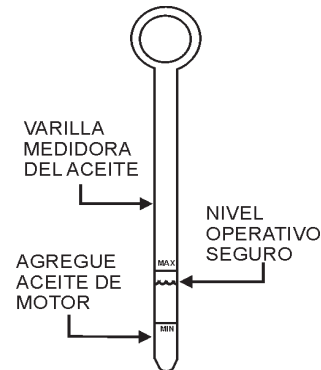

Figura 13. Varilla medidora del aceite
3. Revise el nivel de aceite como se muestra en la varilla (Figura 13).